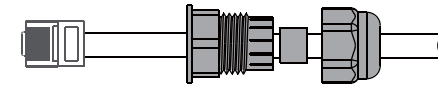

Abbildung 4.5-4 Schließen Sie die Kabelverbindung aus der Ferne
Schritt 3-2 Für die Fernabschaltung. Führen Sie das Kabel durch die Stahlplatte und verdrahten Sie dann die Stifte 5 und 6. Tabelle 4.6-1 beschreibt die Definition des 6-poligen Anschlusses, die Verdrahtung ist in Abbildung 4.5-4 dargestellt.